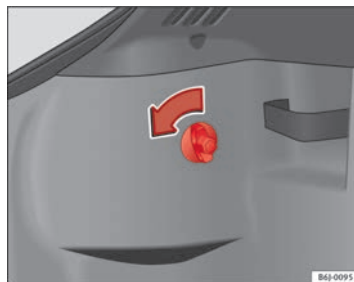

Fig. 176 Accesso ai fanali posteriori
- Ruotare la vite nel senso della freccia con la mano o aiutandosi con un cacciavite → fig. 176.
- Togliere il connettore dall'alloggiamento (A) ⇒ fig. 176.